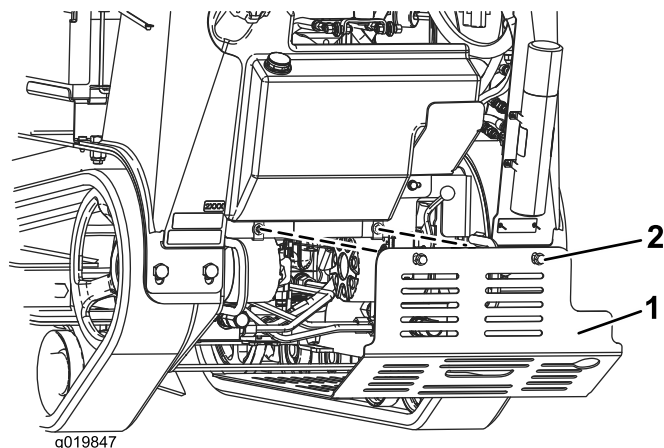

図 25
2. 下部シールドを機体に固定しているボルト2本を交互にゆるめてシールドを外す 図 25。
2. 下部シールドを機体にセットする 図 25。